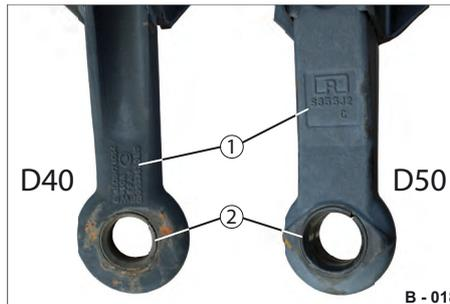

Abb. 15 Zugösen mit Verschleißbuchsen
- ▶ Eine verschlissene / deformierte Zugöse nur durch ein Original-Ersatzteil ersetzen lassen - siehe Kennzeichnung auf der Zugöse (Abb. 15/2) auf der Zugöse.